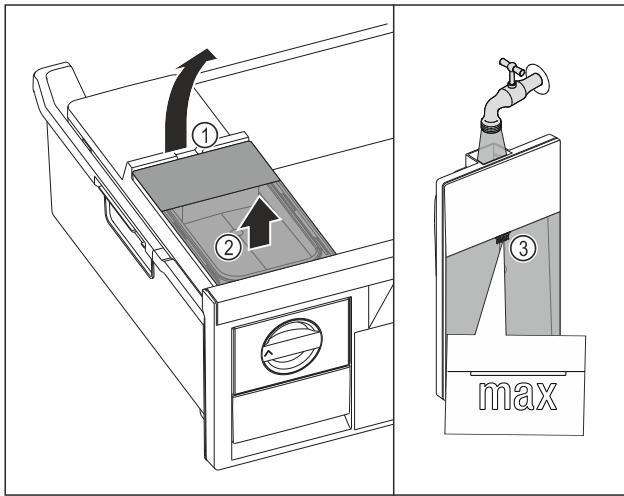

Fig. 180
- Su deposunu boşluktan Fig. 180 (1) tutarak yukarı kaldırın.
- Su deposunu yukarı doğru çıkartın. Fig. 180 (2)
- Su deposuna işarete Fig. 180 (3) kadar içme suyu doldurun.